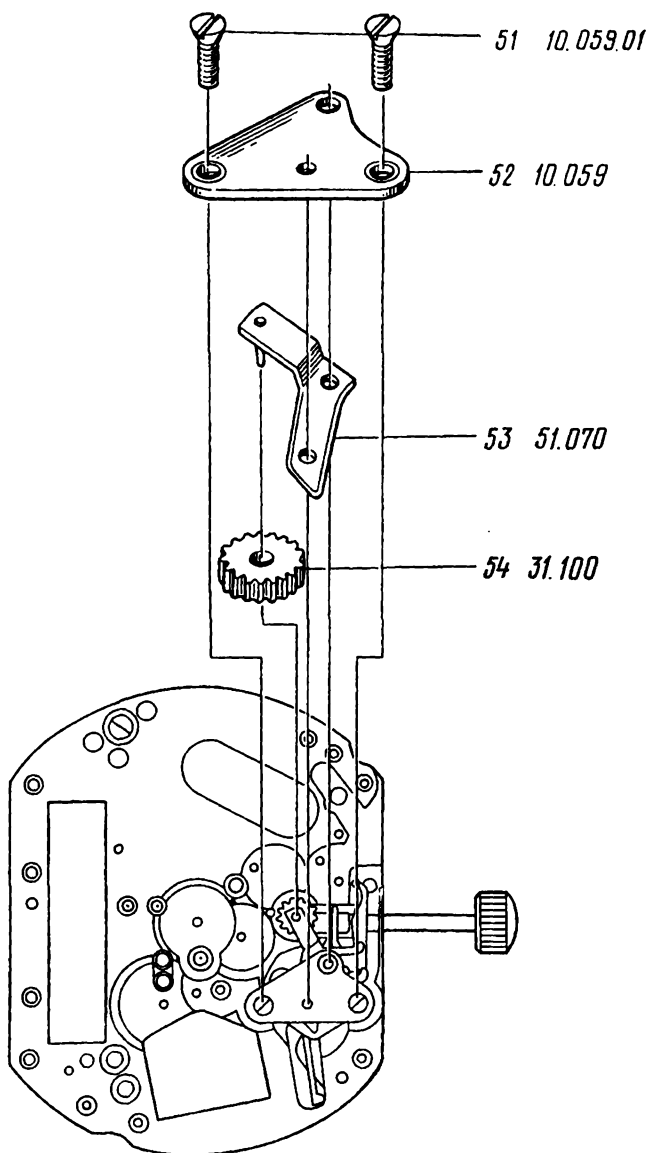

Рис. 152
54. Отвернуть и снять винты 51 моста колеса перекладного (рис. 152)